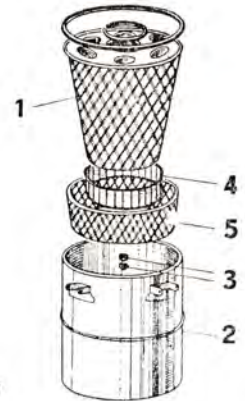

Abb. 19
3. Die Filtereinlage (Abb. 19/1) ist aus dem Filtermantel herauszuschieben (Abb. 19/2).
4. Zwei Muttern M 6 (Abb. 19/3) sind von den Schrauben der Filtereinlage abzuschrauben. Dadurch wird der Flügelverteiler (Abb. 19/4) und der Abzrallteller (Abb. 19/5) gelöst.